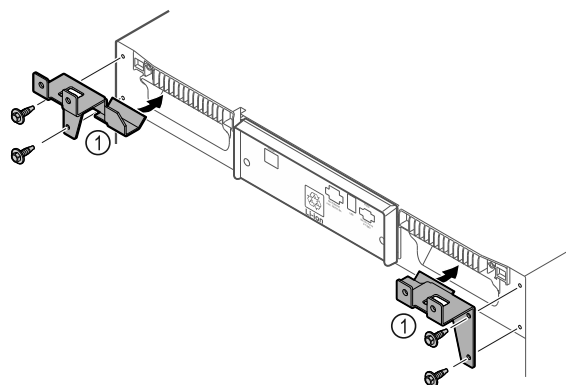

Fig. 8
- Pomocí přiložených šroubů namontuje na spotřebič přídržné díly Fig. 8 (1).